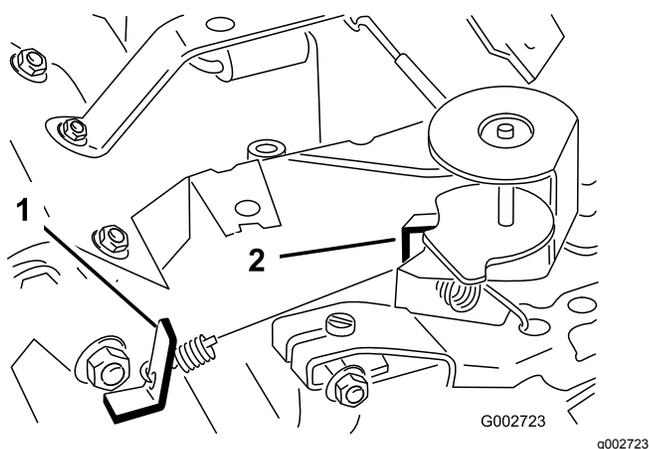

Figure 41
3. Courbez la languette d'ancrage du ressort de ralenti réglé (Figure 41) pour obtenir un régime de ralenti de 1 675 à 1 175 tr/min.
6. Courbez la languette d'ancrage du ressort de haut régime (Figure 41) pour obtenir un haut régime de 3 350 à 3 450 tr/min.